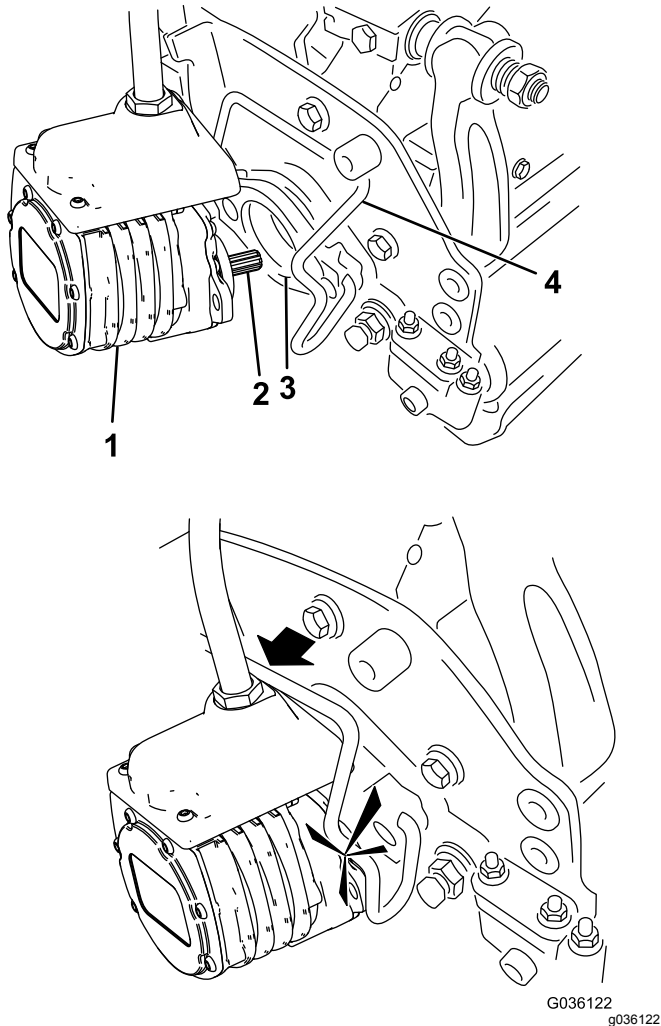

図 51
- カッピングユニット用モータのスプラインシャフトにきれいなグリスを塗りつける 図 51。
- モータを、カッピングユニットの左側運転席から見てに取り付け、カッピングユニットについているモータ固定バーを、モータの上から被せるようにセットし、モータの左右から「カチッ」というロック音が聞こえるまで押し下げる 図 51。